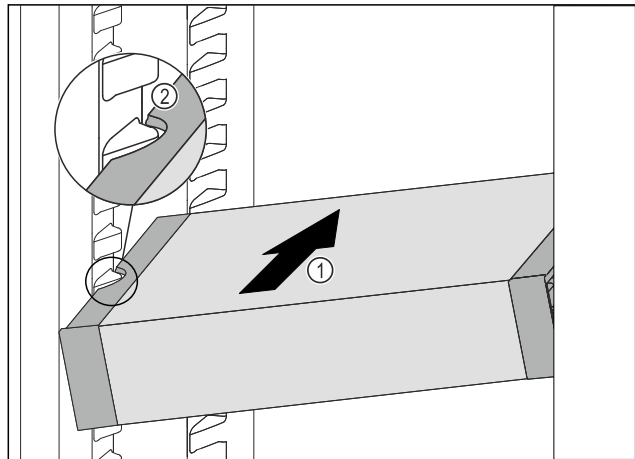

Fig. 90
- ▶ VarioSafe schräg in das Kühlteil einschieben Fig. 90 (1), bis sich die seitlichen Aussparungen Fig. 90 (2) des VarioSafes auf Höhe der Behälterrippe im Kühlteil befinden.